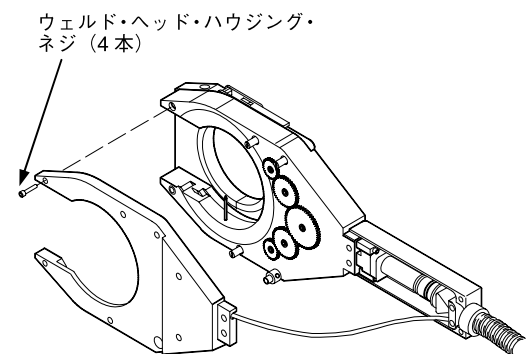

図 16: ウェルド・ヘッド・ハウジングを分解する
5. 4本のウェルド・ヘッド・ハウジング・ネジをハウジングから取り外します。マイナス・ドライバーを使用してブラシ側とギア側を慎重に取り外します。図 16 をご参照ください。
6. アース・ピン絶縁材やフィクスチャー・ピン絶縁材などの内部部品が損傷しないよう注意しながら、ウェルド・ヘッド・ハウジングを取り外します。図 16 をご参照ください。